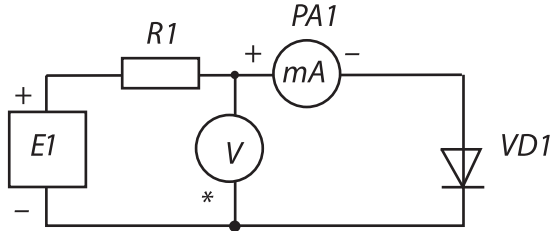

Рис. 1.1
Собрать схему рис. 1.1. Установить $R1 = 20$ Ом, включить выключатели «220В», «E1». Постепенно увеличивая подводимое напряжение и наблюдая за показаниями приборов необходимо убедиться в работоспособности схемы.
3. Выключить $E1$, заменить в схеме рис. 1.1 диод $VD1$ на $VD2$, включить $E1$ и повторить операции п.2. Прямую ветвь вольтамперной характеристики (ВАХ) $VD2$ построить на одном рисунке с ВАХ $VD1$. Необходимо убедиться в идентичности теоретической и опытной характеристик.